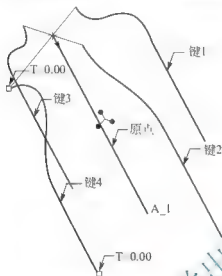

图 7.80 选取轨迹线
1、基准曲线 2、基准曲线 3、基准曲线 4 为辅助轨迹线，其中基准曲线 2 作为 X 轨迹线，采用【垂直于轨迹】剖面控制方式，如图 7.80 所示。
**注意：**辅助轨迹线不是选取全部基准曲线而是部分基准曲线，如图 7.80 所示。